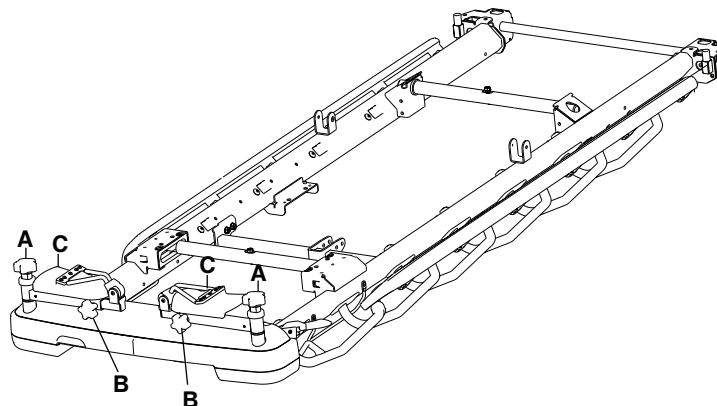

Рисунок 22 – Складывание подножек
3. Ослабьте ножную ручку (B) в боковой части подножек, чтобы отрегулировать длину.
4. Затяните ножную ручку (B), чтобы зафиксировать подножки в требуемом положении.
5. Откиньте подножки (C) вверх, прежде чем помещать пациента на изделие.
6. Выполните эти действия в обратном порядке, чтобы сложить подножки (Рисунок 22).